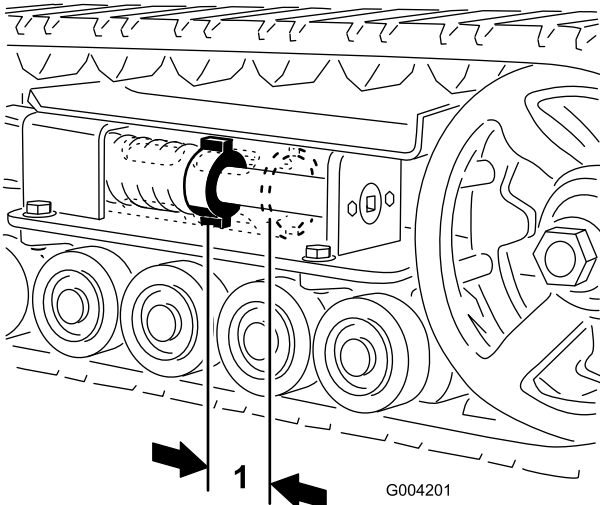
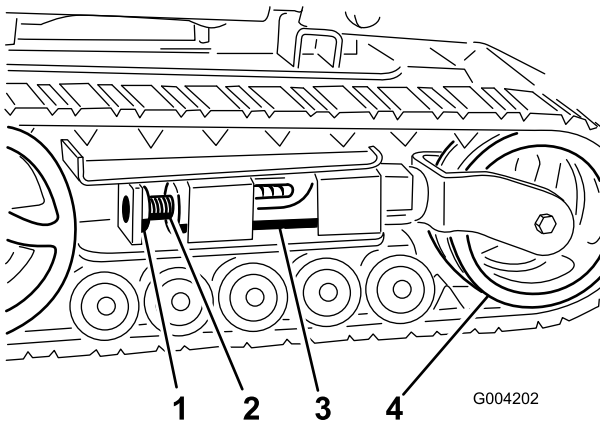
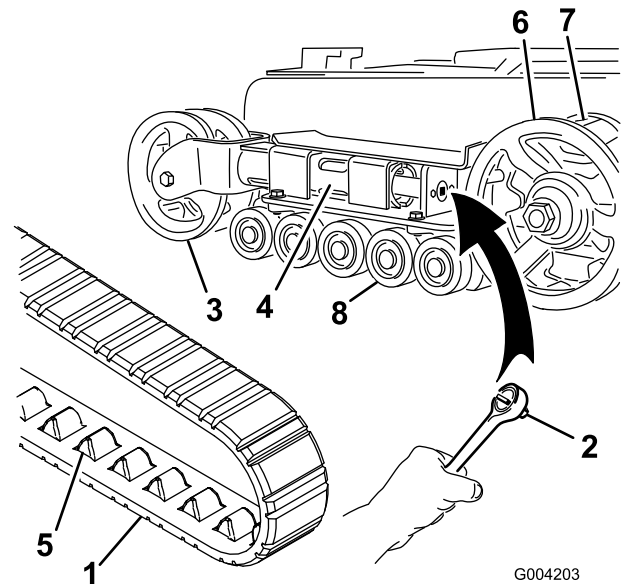
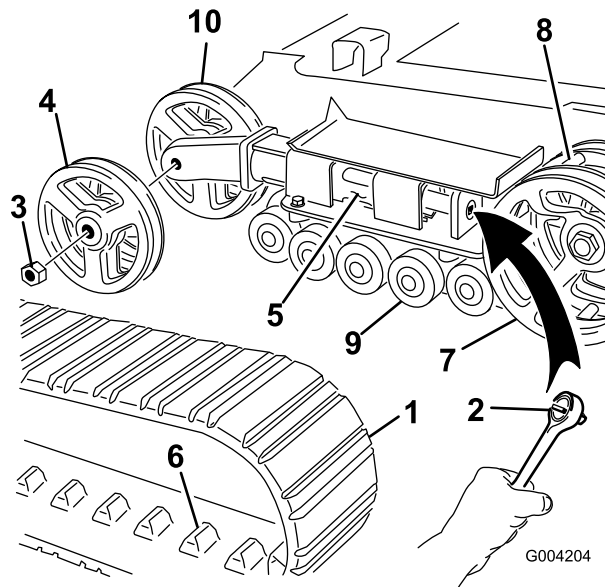

Figure 37
Figure 38
Figure 39
Figure 40
Vérifiez et ajustez la tension des chenilles après les 50 premières heures de fonctionnement, puis toutes les 100 heures de fonctionnement. L'écrou de tension et l'arrière du tube de tension doivent être distants de 7 cm (2-3/4 pouces) (Figure 37). Si ce n'est pas le cas, réglez la tension des chenilles comme suit :
3. Enlevez le boulon et l'écrou de blocage (Figure 38).
4. À l'aide d'un entraînement carré de 1/2 pouce (Figure 39), tournez la vis de tension dans le sens anti-horaire jusqu'à obtention d'un espacement de 7 cm (2-3/4 pouces) entre l'écrou de tension et l'arrière du tube de tension (Figure 37).
fixez la vis avec le boulon et l'écrou de blocage (Figure 38).
4. À l'aide d'un entraînement carré de 1/2 pouce, tournez la vis de tension dans le sens horaire pour détendre la transmission (Figure 38 et Figure 39).
5. Poussez la roue de tension vers l'arrière de la machine pour appuyer le tube de fourche contre le châssis (Figure 39). (S'il ne touche pas le châssis, continuez de tourner la vis de tension jusqu'à ce qu'il le touche).
7. Lorsque la chenille est déchaussée, retirez-la du barbotin et des galets de roulement (Figure 39).
8. Pour installer la chenille neuve, commencez par l'enrouler autour du barbotin, en veillant à ce que les crampons s'engagent correctement entre les entretoises du barbotin (Figure 39).
9. Poussez la chenille sous et entre les galets de roulement (Figure 39).
11. Tournez la vis de tension dans le sens anti-horaire, de manière à obtenir un écartement de 7 cm (2-3/4 pouces) entre l'écrou de tension et l'arrière du tube de fourche (Figure 37).
4. À l'aide d'un entraînement carré de 1/2 pouce, tournez la vis de tension dans le sens horaire pour détendre la transmission (Figure 38 et Figure 40).
5. Poussez la roue de tension vers l'arrière de la machine pour appuyer le tube de tension contre le châssis (Figure 40). (S'il ne touche pas le châssis, continuez de tourner la vis de tension jusqu'à ce qu'il le touche).
6. Retirez l'écrou de fixation de la roue de tension extérieure et déposez la roue (Figure 40).
7. Déposez la chenille (Figure 40).
8. Retirez l'écrou de fixation de la roue de tension intérieure et déposez la roue (Figure 40).
12. Posez la roue de tension intérieure et fixez-la avec l'écrou retiré précédemment (Figure 40).
14. Posez la chenille neuve en prenant soin que les crampons s'engagent entre les entretoises au centre du barbotin (Figure 40).
15. Posez la roue de tension extérieure et fixez-la avec l'écrou retiré précédemment (Figure 40).
17. Tournez la vis de tension dans le sens anti-horaire, de manière à obtenir un écartement de 7 cm (2-3/4 pouces) entre l'écrou de tension et l'arrière du tube de tension (Figure 37).